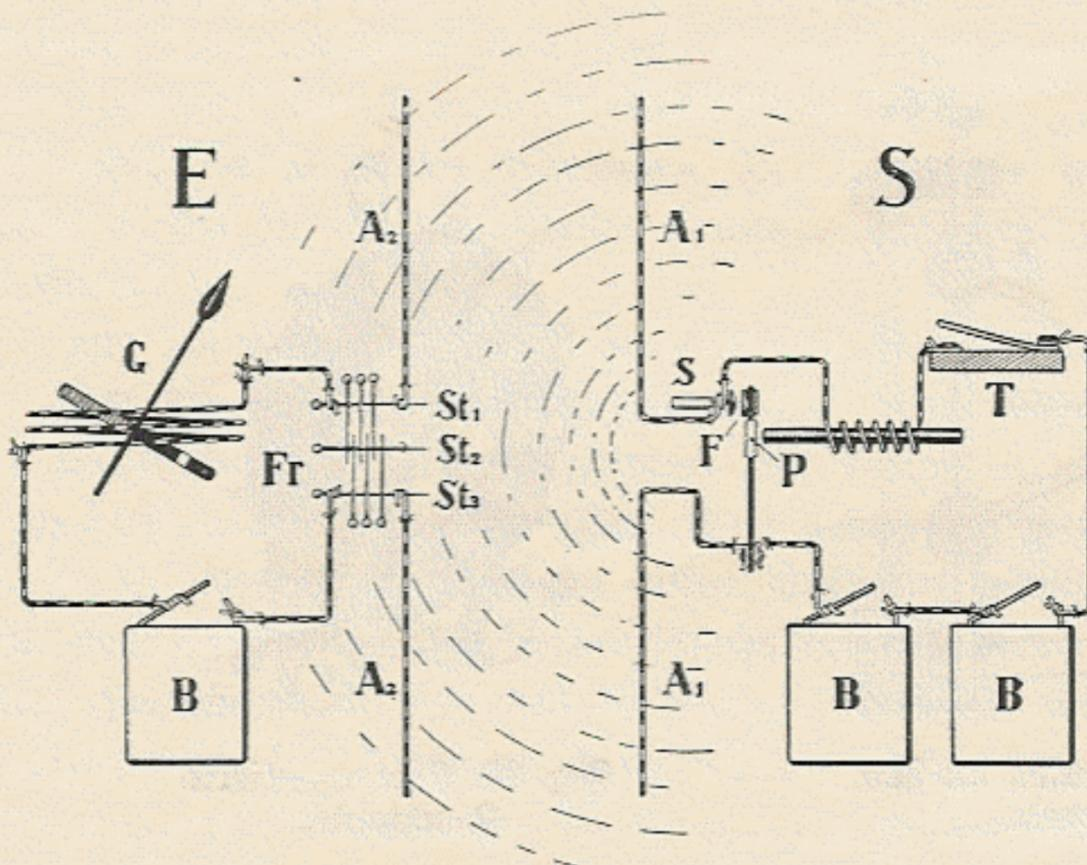
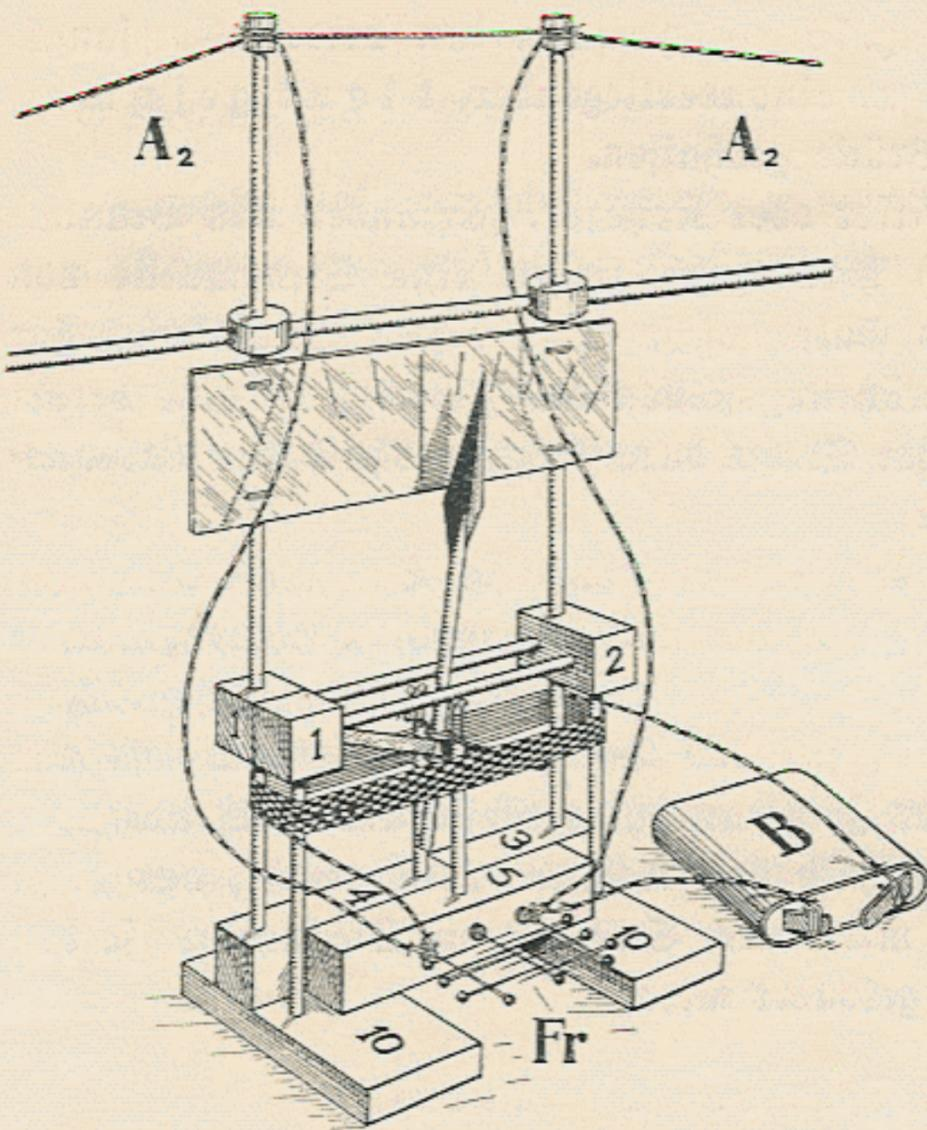
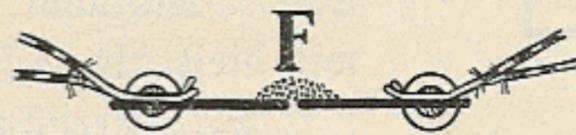

Fig. 70. Schaltschema.
Fig. 73. Empfänger. A_2 = Antennen, Fr = Fritter, B = Batterie.
Fig. 75. Fritter mit den Metallspänen F.
Beim Wagnerschen Hammer sowie bei der Klingel sahen wir an der Unterbrechungsstelle Funken auftreten, die wir nun zu unseren Versuchen benützen wollen. Jeden der beiden Unterbrecherkontakte verbinden wir nämlich mit je einem Sendedraht (Antenne). Beim Schließen des Stromes durch den Taster T (Fig. 70) wird ein Wagnerscher Hammer in Tätigkeit gesetzt, es treten nun bei F Funken auf und von den Antennen A_1 gehen elektrische Wellen aus.
Nun gilt es, diese elektrischen Wellen in einiger Entfernung vom Sender mittels eines Empfängers wahrnehmbar zu machen. Fig. 70 (E) zeigt uns die Wirkungsweise unseres Empfängers.
Bei der Empfangsstation E (Fig. 70) ist zwischen den beiden Empfangs-Antennen A_2 durch eine Anzahl lose aufeinanderliegender, blank geschmirgelter Stahlstecnnadeln eine Art Brücke geschaffen.
Diese Anordnung nennt man Fritter oder Kohärer. (Erfunden von Branly.) Wie aus dem Schaltschema (Fig. 70) hervorgeht, liegen eine Stromquelle von etwa 2 Volt, der Fritter Fr und das Galvanoskop G in einem Stromkreis. Die Leitungsmöglichkeit an den losen Berührungsstellen des Fritters ist eine derart geringe, so daß nur ein äußerst schwacher Strom durchfließt, weshalb das Galvanoskop keinen merklichen Ausschlag zeigt.
Die Wirkungsweise geht aus Fig. 1 hervor und wurde anfangs besprochen. Das Zeigerwerk des Vertikal-Galvanoskops ist in Fig. 73 dargestellt. Die stark magnetisierte Magnetnadel steckt gut ausbalanciert in einem geschlizten gelben
Der Fritter Fr (Fig. 73) besteht aus neun gut gereinigten (geschmirgelten) Stecknadeln, deren zwei St_1 , St_2 (Fig. 70) mit dem Batteriestromkreis verbunden sind. Die Nadel St_2 dient nur als Auflage und zur Vermehrung der Berührungstellen. Die darüberliegenden sechs Stecknadeln müssen ebenfalls gut geschmirgelt sein.
Nun stellen wir den Sender in geringer Entfernung so auf, daß seine Antennen zu denen des Empfängers parallel stehen (siehe Fig. 70).
Die Schaltung ist dieselbe wie bei Fig. 70 (E), und zwar kommen bei St_1 und St_2 die beiden Bleche (Fig. 75), die einander auf $\frac{1}{2}$ mm genähert werden müssen.
Den Spalt zwischen beiden Blechen überbrücken wir mit einem Häufchen trockener Metallspäne (F in Fig. 75). Geeignet sind Silber-, Nickel- oder Eisenfeilspäne. Das Entfritten geschieht ebenso wie beim Stefnadelfritter. Man biege die Bleche seitlich etwas auf, damit beim Entfritten die Metallspäne nicht herunterfallen.
Gelingt der Versuch bis auf 2 m Entfernung oder noch weiter, so können wir ohne weiteres durch eine nicht allzu dicke Mauer hindurch Wellen senden. Wichtig ist hierbei nur, daß beide Apparate einander genau gegenüberstehen und die Antennen des Senders zu denen des Empfängers parallel stehen (Fig. 70). Jeder Apparat muß von der Wand mindestens $\frac{1}{2}$ m entfernt sein.